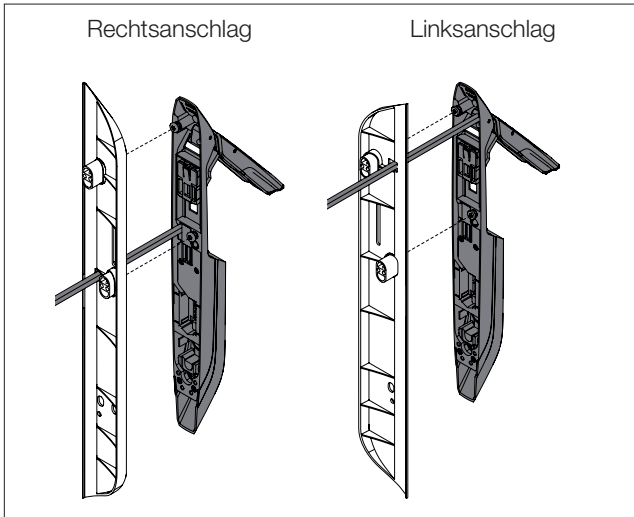

Abb. 20: Aufsetzen des Griffs auf den Designausgleich
- Setzen Sie den Griff auf den Designausgleich auf (Abb. 20).